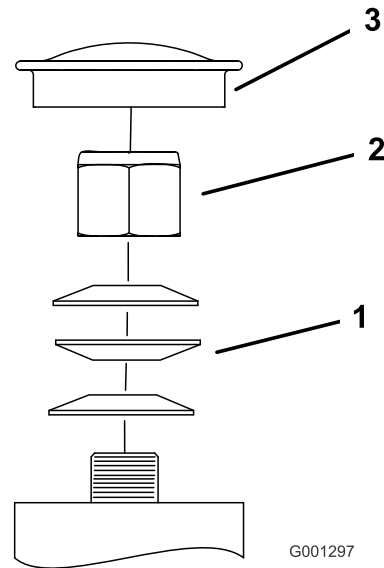

Figure 64
3. Retirez le capuchon protecteur de la roue pivotante et serrez le contre-écrou (Figure 64).
desserrez-le d'un quart de tour pour obtenir la précharge correcte des roulements (Figure 64).
**Important:** Veillez à placer les rondelles élastiques correctement, comme montré à la Figure 64.
5. Reposez le capuchon protecteur (Figure 64).